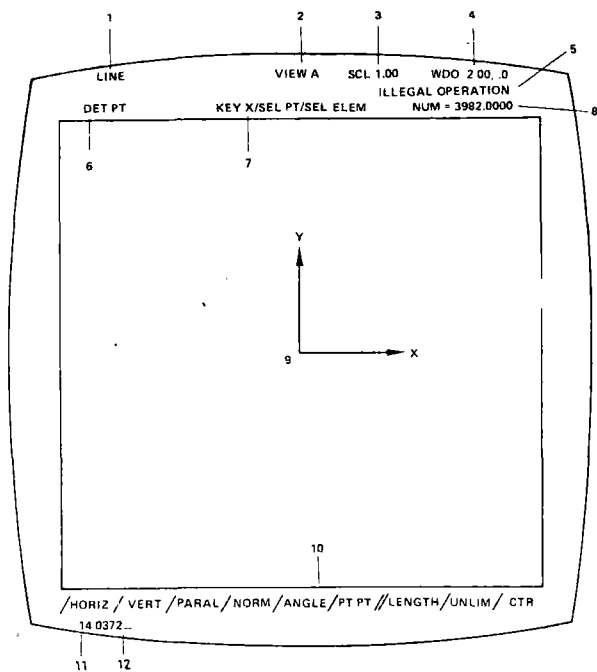

图2 终端屏幕四周的说明布局
1.屏幕: 屏幕有黑白与彩色两种,以16英寸正方形为标准,图面占有12×12英寸的面积,在上面绘图,并即时显示所需的数据(见图2)。